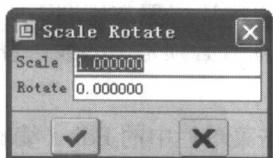
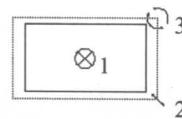

图 2-10 比例旋转对话框
图 2-11 比例旋转实例
(1) 在选取模式下单击要编辑的像素，使其呈现红色的高亮状态。与此同时，草图绘制编辑工具栏中的按钮被激活。
(2) 单击草图绘制编辑工具栏中的按钮，或执行菜单栏中的 Edit (编辑) → Scale and Rotate (比例旋转) 命令，此时系统弹出比例旋转对话框，并且像素被一个红色虚线的编辑框包围，如图 2-10 和图 2-11 所示。
(3) 单击图 2-11 中的 1 位置，此时整个编辑框将跟随鼠标移动。可以移动像素的位
(4) 单击图 2-11 中的 2 位置，此时整个编辑框将随着鼠标移动而以 1 位置为中心改变自身比例。将鼠标移动到适当位置，然后单击左键或中键完成操作。
(5) 单击图 2-11 中的 3 位置，此时整个编辑框将随着鼠标移动而以 1 位置为中心改变自身角度。将鼠标移动到适当位置，然后单击左键或中键完成操作。
如果想精确地修改像素的比例大小和旋转的角度值，可以在如图 2-10 所示的比例旋转对话框中输入数值来改变像素的比例和角度，而像素的位置可以通过相对坐标来确定。